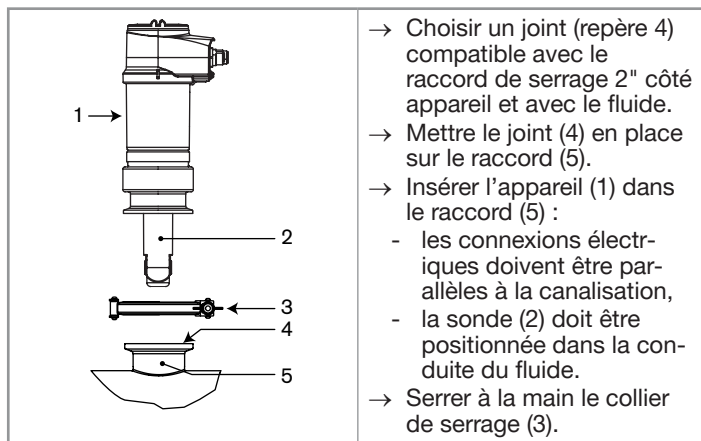

Fig. 8 : Installation d'une variante d'appareil avec raccord de serrage 2" sur la canalisation
- Installer le capteur sur le raccord en se référant à la notice fournie avec le raccord utilisé (Fig. 8 illustre un exemple).